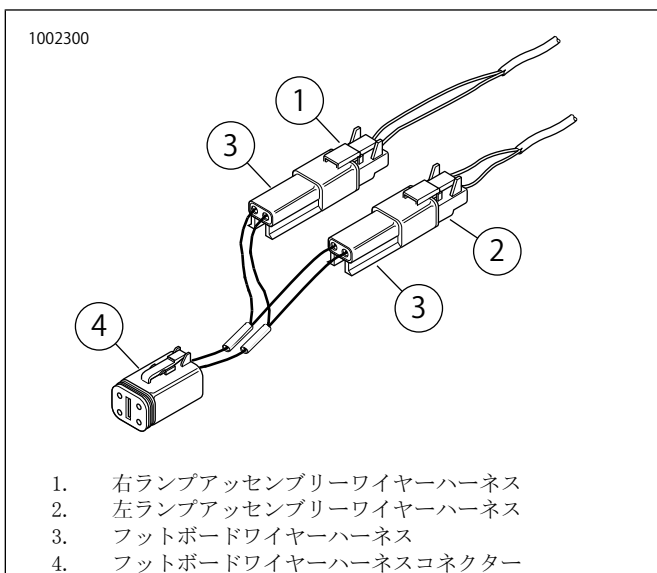

図2。電気接続-1994年以降の全Touringモデル
1. 図2を参照してください。まず、左側フットボード(1)を直立させて、フットボードの裏面に作業の手が入るようにします。